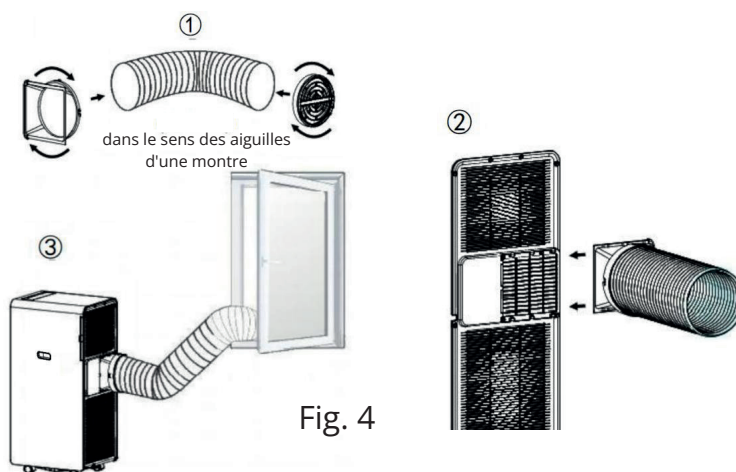

Fig. 4
3. Placez l'autre extrémité du tuyau d'évacuation sur le rebord de la fenêtre la plus proche (voir Fig. 4).